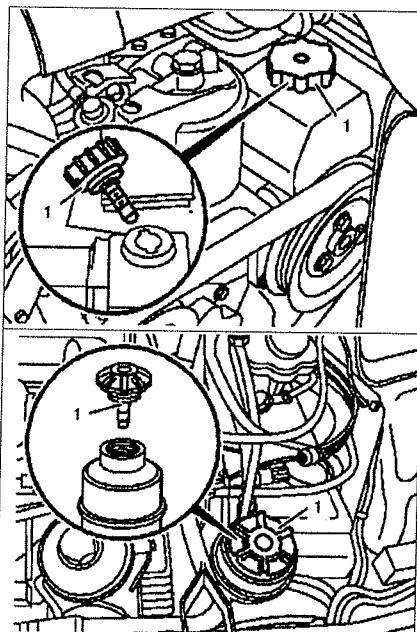

Рис. 1.34. Бачок усилителя рулевого управления.
1. Снимите крышку **1** с бачка усилителя рулевого управления (см. рис. 1.34). Проверьте уплотнение крышки на отсутствие повреждений и замените ее при необходимости.